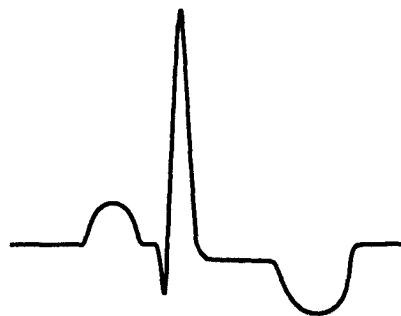

Рис. 3
- В случае проверки монитора в исполнении МнСДП-3 наблюдается ступенчатый график измерения давления в манжете, и в совмещенных с ним осях координат наблюдаются графики сигналов по 1 и 2 каналам ЭКГ. Форма одного периода ЭКГ сигнала должна соответствовать Рис. 3.